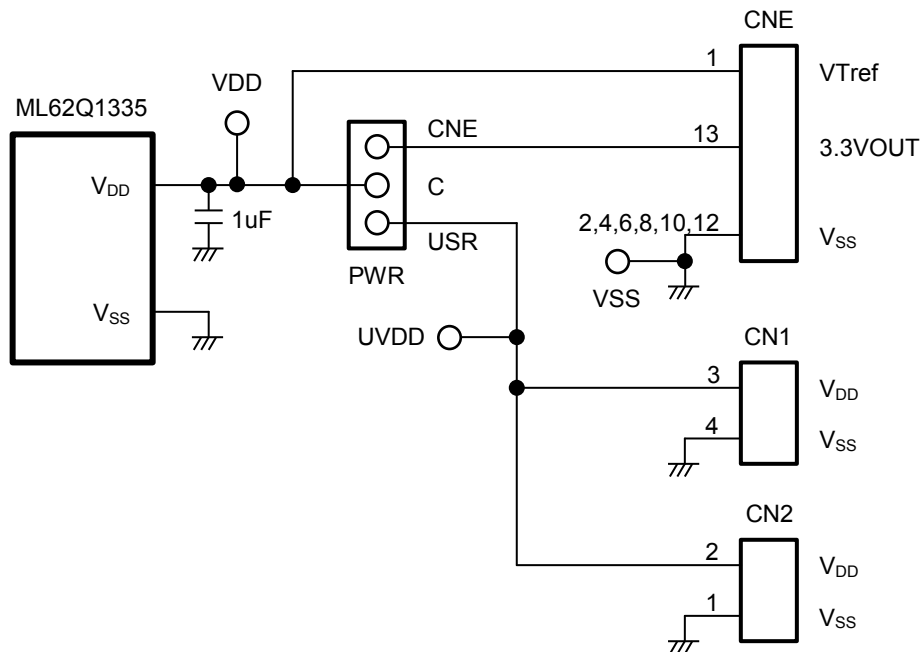

図 2 電源回路
- 1.2 ML62Q1335 Reference Board 外観図 2